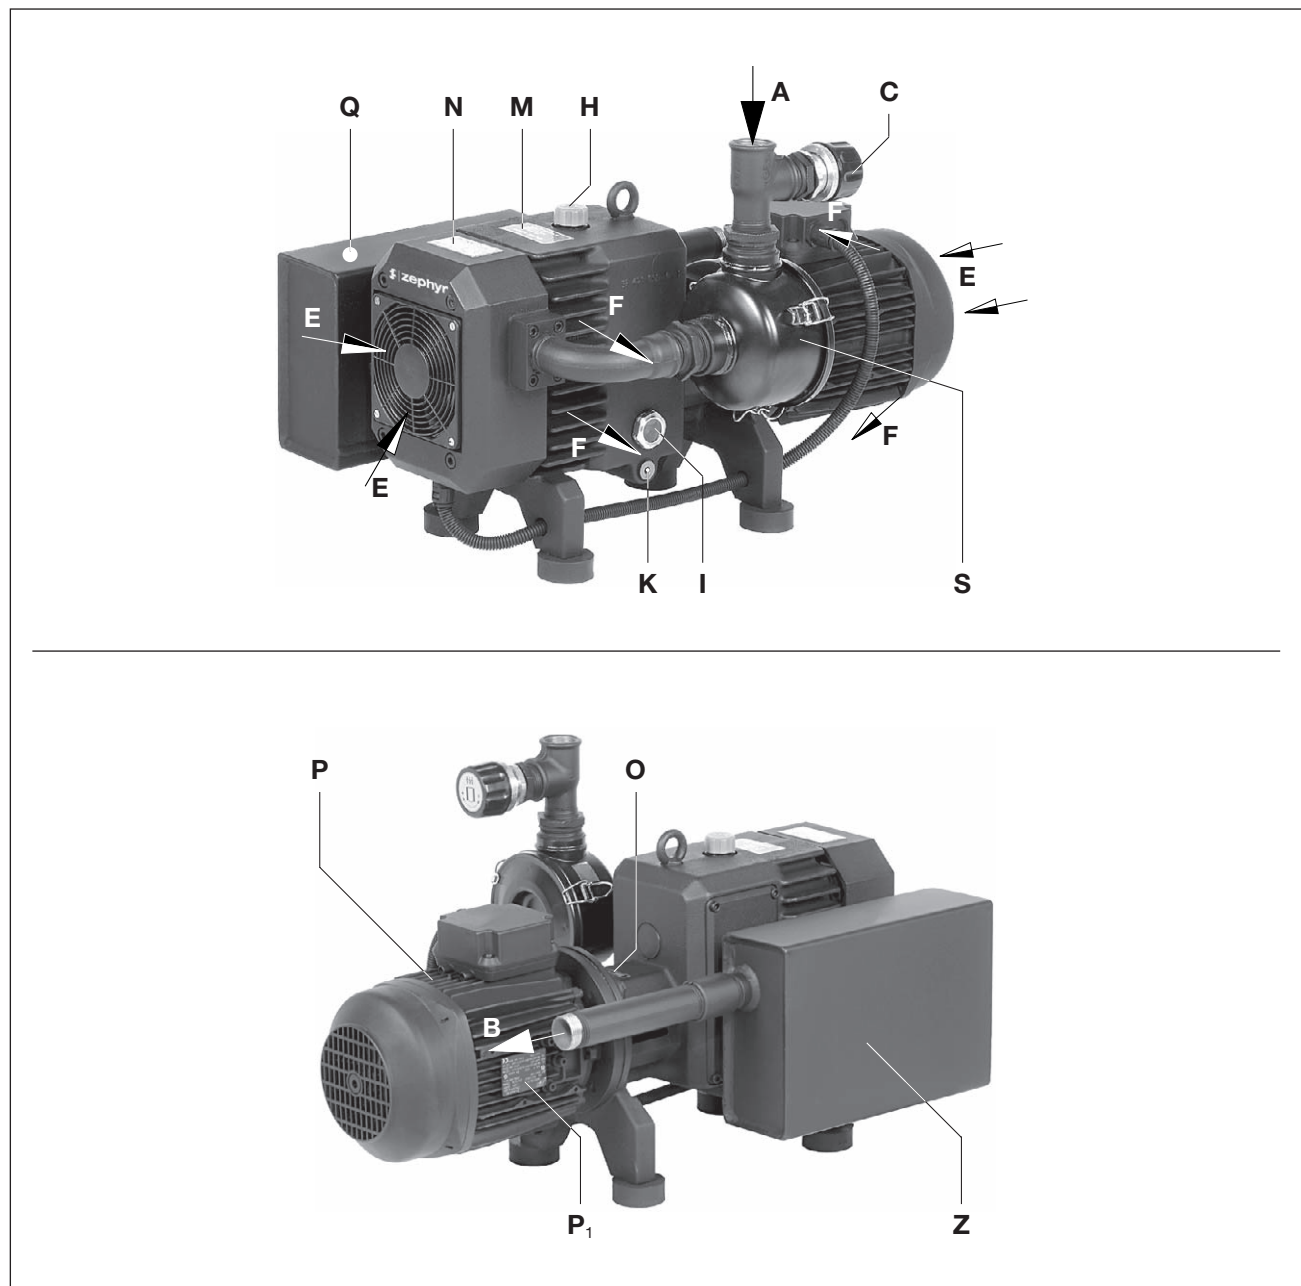
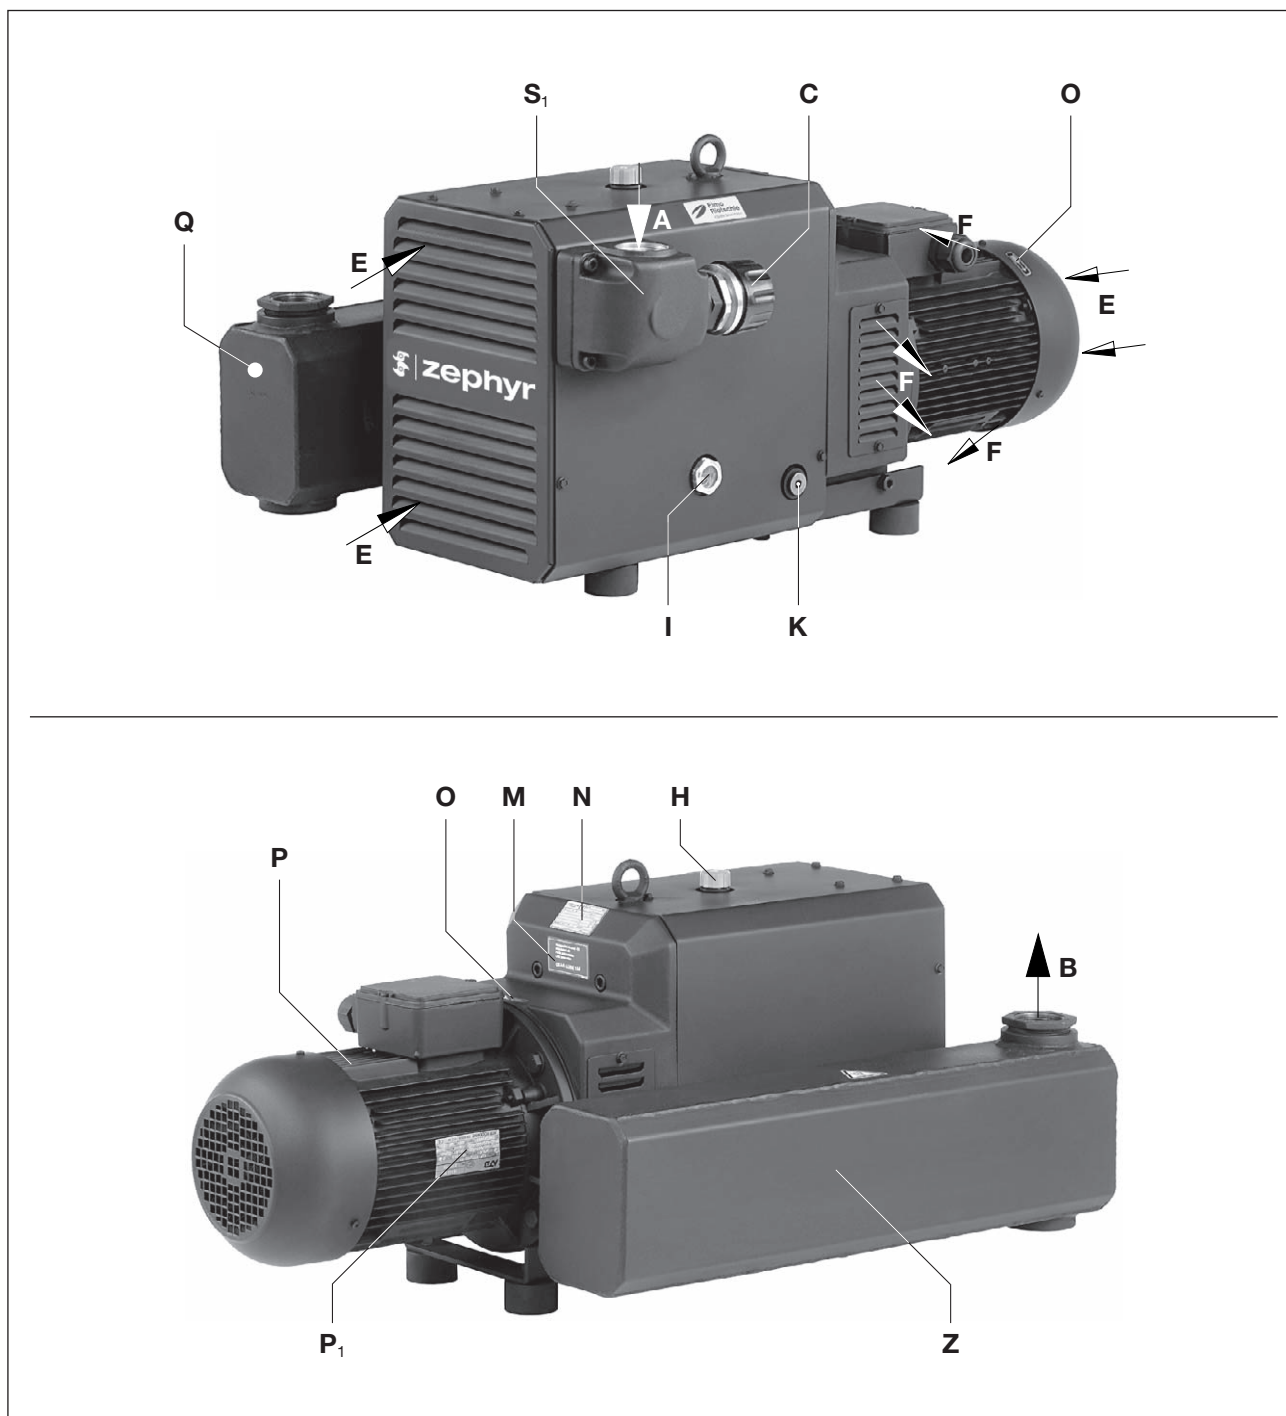

Abb. 2 Vakuumpumpe C-VLR 60
Abb. 3 Vakuumpumpe C-VLR 150
Um die Verdichtungswärme abzuführen, wird die Kühlluft mit Hilfe eines Trommellüfters, welcher die frische Kühlluft (Abb. 3/E) ansaugt und die erwärmte Luft am Kühlluftaustritt (Abb. 3/F) ausbläst, zwischen der Maschine und der Haube hindurchgesaugt.
Ein Vakuum-Reguliertventil (Abb. 3/C) erlaubt die Einstellung auf ein gewünschtes Vakuum.
Öl-Einfüllstelle (Abb. 2/H... 4/H), Öl-Schaugläser (Abb. 2/I... 4/I) und Öl-Ablässe (Abb. 2/K... 4/K) müssen leicht zugänglich sein.
Die Kühlluft-Eintritte (Abb. 2/E... 4/E) und die Kühlluft-Austritte (Abb. 2/F... 4/F) müssen mindestens 30 cm Abstand zu benachbarten Wänden haben. Austretende Kühlluft darf nicht wieder angesaugt werden.
Für Wartungsarbeiten ist vor dem Ansaugfilter (Abb. 2/S) und dem Ansaugkasten (Abb. 3/S₁, 4/S₁) min. 40 cm Abstand vorzusehen.
- a) Vakuumanschluss bei (Abb. 2/A... 4/A).
- b) Die abgesaugte Luft kann durch den Ausblasschalldämpfer (ZSZ) bei (Abb. 2/B... 4/B) ausgeblasen oder mittels Schlauch- bzw. Rohrleitung weggeführt werden.
- a) Das Schmieröl (geeignete Sorten siehe "Wartung") für die Zahnräder und Lager an der Öleinfüllstelle (Abb. 3/H) bis zur Mitte an den Schaugläsern (Abb. 3/I) auffüllen.